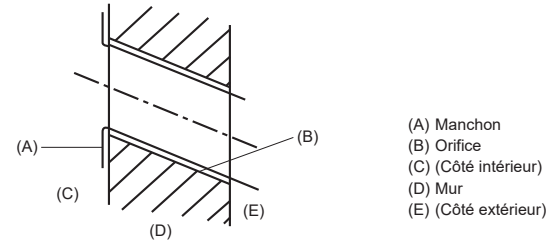

Fig. 3-3
- (B) Appareil intérieur
- (C) Orifice du tuyau arrière gauche inférieur (ø75-ø80)
- (D) Orifice du tuyau arrière droit inférieur (ø75-ø80)
- (E) Orifice de la rondelle pour orifice arrière gauche (75 × 480)
- (F) Orifice de boulon (4-ø9)
- (G) Orifice de mesure médiane (ø2,5)
- (H) Avant-trou (75-ø5,1)
- (I) Orifice central
- (J) Aligner la balance avec la ligne.
- (K) Insérer la balance.
3.2.2. Forage de l'orifice des tuyaux (Fig. 3-3)